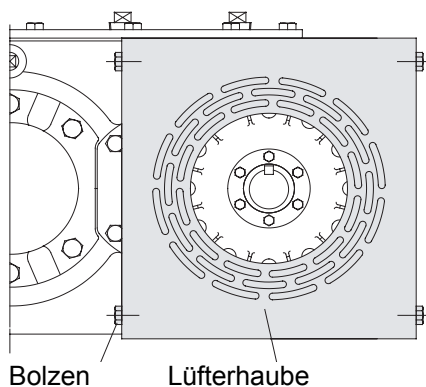

Abb. 3
1. Bolzen ausschrauben und dann Lüfterhaube entfernen. (Abb. 3)
5. Lüfterhaube an Strebe montieren und mit Bolzen befestigen (Abb. 3).